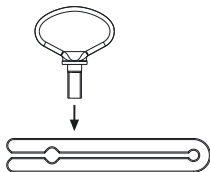

Abb. 16
- Abziehhilfe montieren, siehe Abb. 16.